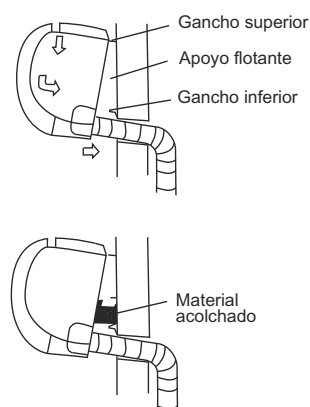

Fig.12
- Ponga la uñeta en la parte trasera de la unidad interior del gancho superior de la placa de instalación. Mueva la unidad interior de lado a lado para ver que está fijado con seguridad (vea Fig. 12).